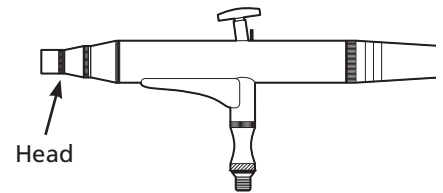

Figura 21
**NOTA:** Instale el conjunto del cabezal antes de reinsertar la aguja en la brocha neumática. Ver la Figura 21.